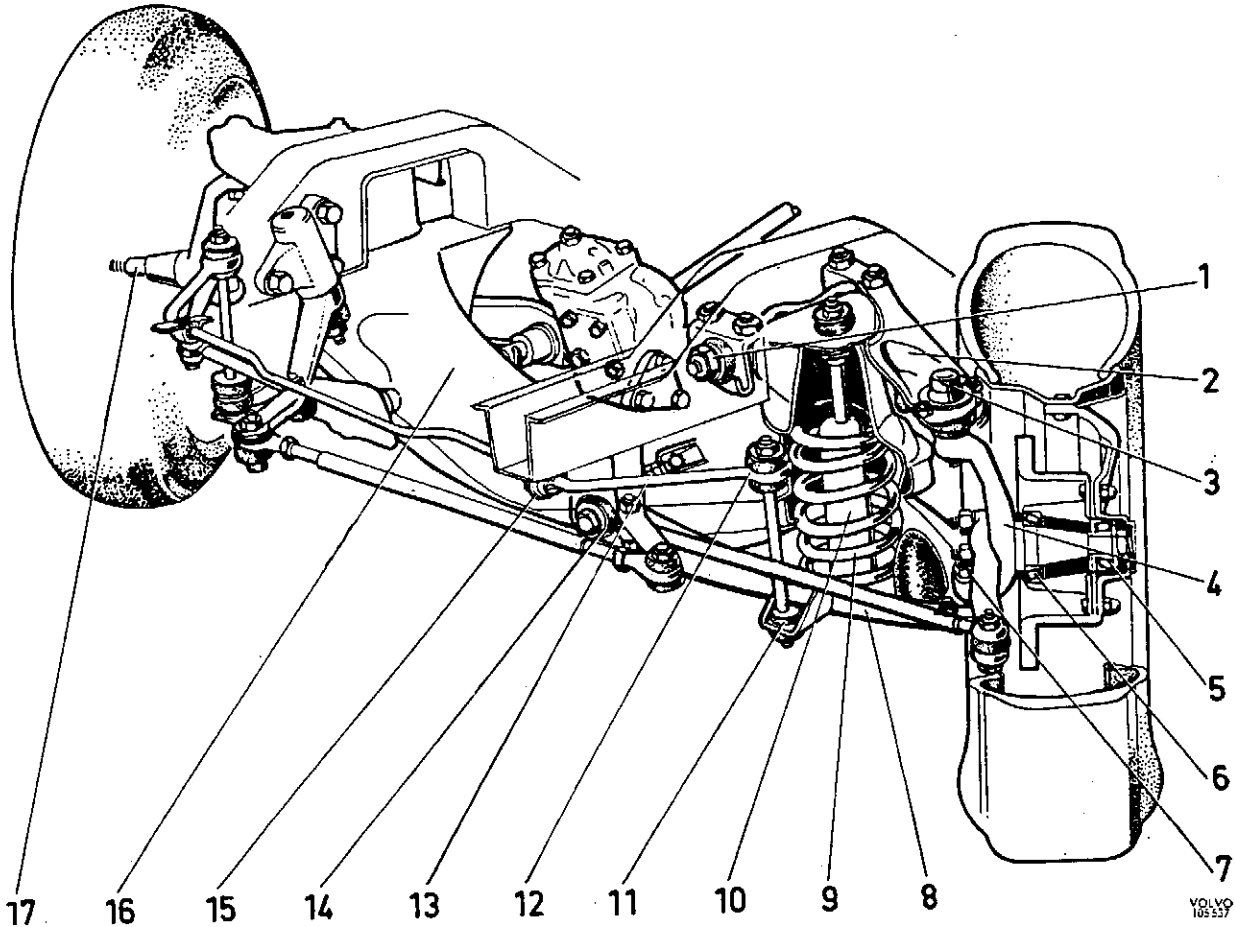

Abb. 13 Vorderachse
Das Fahrzeug hat Einzelradaufhängung. Eine eigentliche Vorderachse fehlt, sie wird durch einen kräftigen Vorderachsträger in Kastenbauform ersetzt. Dieser Träger ist an der selbsttragenden Karosserie festgeschraubt. Die Teile der Vorderradaufhängung und der Federung sind an die Trägerenden angebaut. Die Konstruktion geht aus Abb. 13 hervor.
Die Vorderräder sind auf Kegelrollenlagern (5 und 6, Abb. 13) gelagert. Die Vorderfederung besteht aus Schraubenfedern (9) mit eingebauten Teleskop-Stoßdämpfern (12). Zur Dämpfung der Seitenfederkräfte ist die Doppel-Querlenkerachse mit einem Querstabilisator (12) versehen, der teils an dem unteren Querlenker (11), teils an der Karosserie (15) befestigt ist.